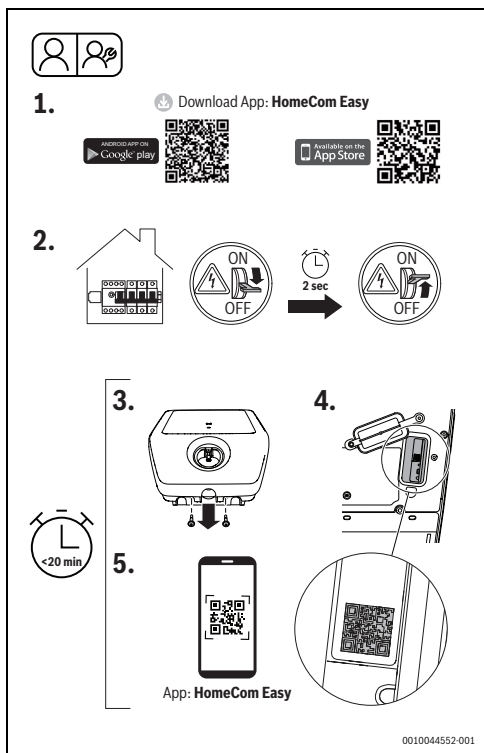

Fig. 115 HomeCom Easy
- ▶ Sluk for Power Charge 7000i på strømforsynings fordelingsstavle, og tænd igen efter ca. 2 sekunder (fig. 115, trin [2]).
- ▶ Løsn de to skruer på frontafskærmningen (fig. 115, trin [3]).